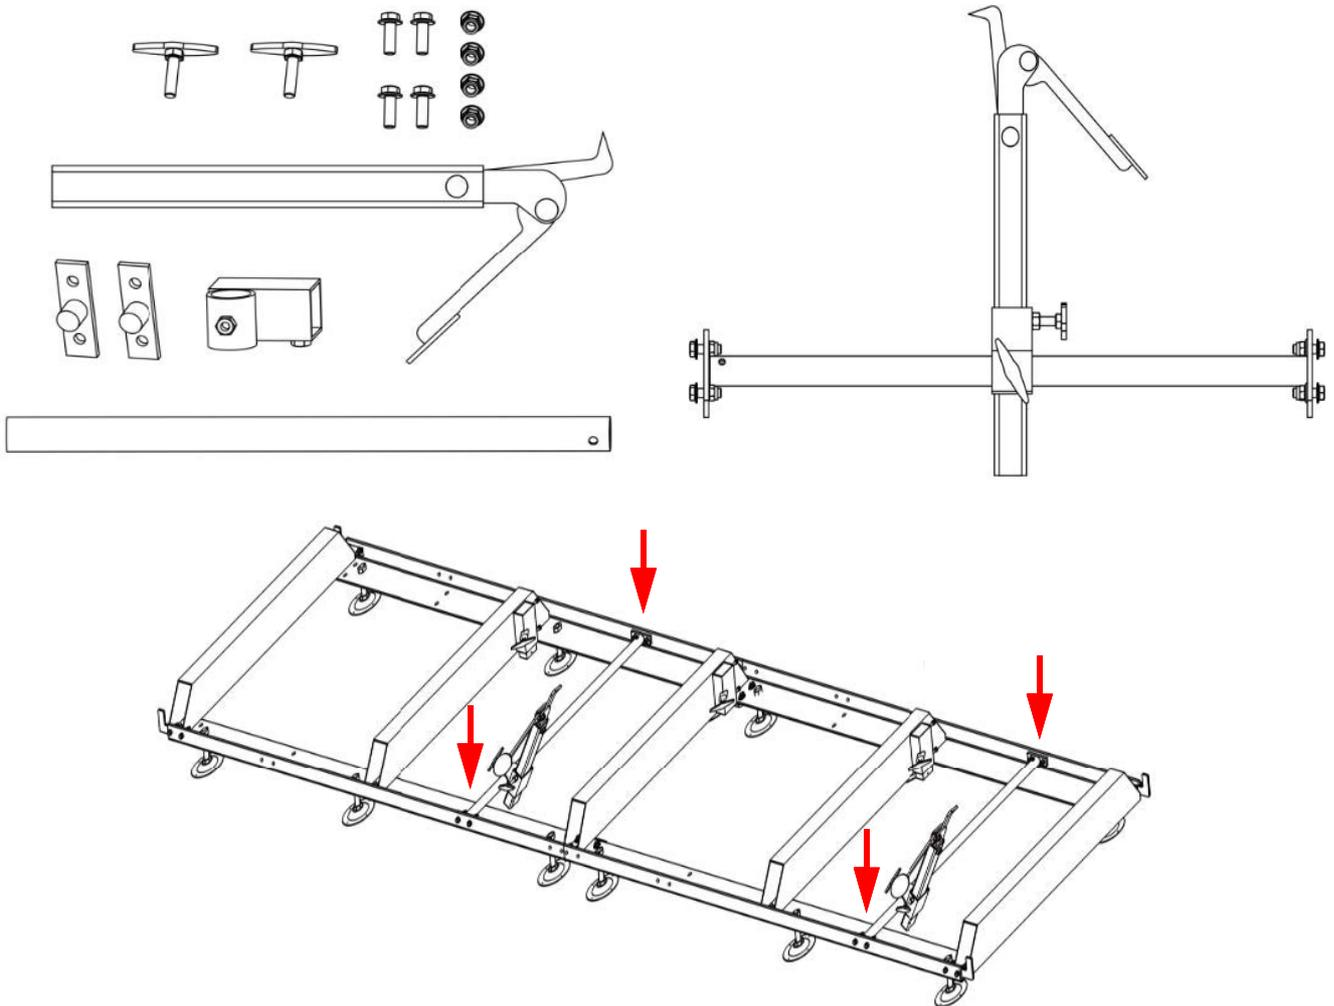

Abb.5-4: Montage Griffe
4. Montieren Sie die Teile wie unten (Abb.5-4) gezeigt und verwenden Sie geeignete Schmiermittel für den Gewindegriff und den T-Griff.
Befestigen Sie die Baugruppe (Abb. 5-4) mit den mitgelieferten Schrauben und Muttern an der Schiene und ziehen Sie sie fest. Befestigen Sie die Blockiervorrichtung wie oben (Abb. 5-4) gezeigt mit den 4 mitgelieferten Schrauben und Muttern an der Schiene. Beachten Sie, dass es verschiedene Stellen entlang der Schiene gibt, an denen diese Baugruppe verschraubt werden kann. Je nachdem, wie viele Schienenabschnitte verwendet werden, wählen Sie eine Position für die Stammklemme, die den Stamm fest gegen die Stammauflagen sichert.